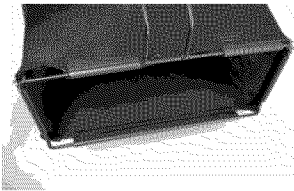

Figura 13 - Bolsa instalada
3. Las presillas de plástico de la bolsa de tela sujetan desde adentro del bastidor de alambre rectangular. Hay 2 presillas arriba, 1 a cada lado y 1 abajo. (Vea la Figura 13).